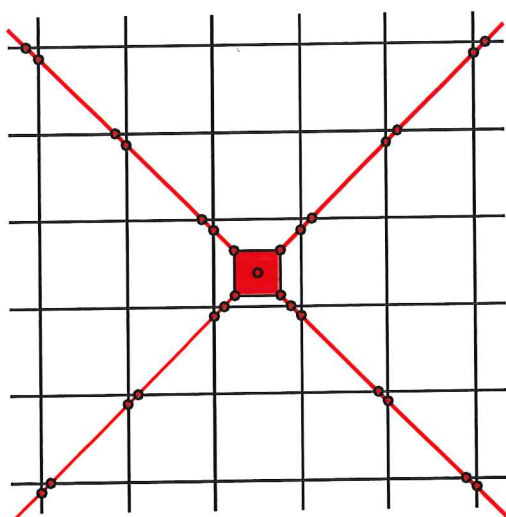

Fig. 1 Point de raccordement ZS (croix de terre)
- pour la pose des cordons en cuivre, de réaliser des saignées selon la figure 1 et de monter la plaque de raccordement de manière à ce qu'elle repose à plat sur le mur en béton ;